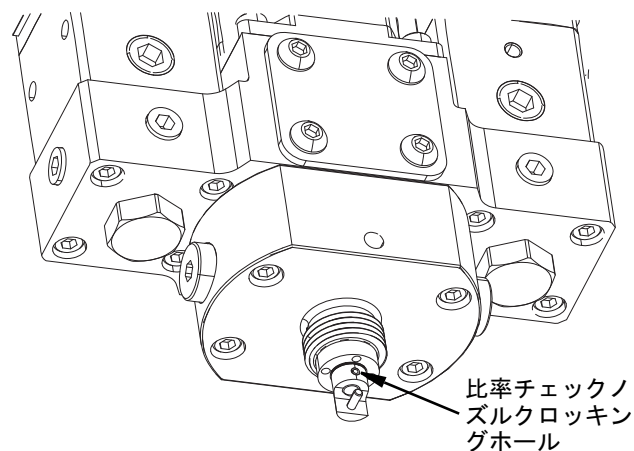

図 23
7. 適切な溶剤でノズルの先端をきれいにしてください。比率比率チェックノズルのクロックホールに材料がついていないことを確認してください。図 23 を参照してください。